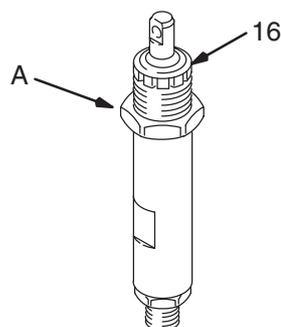

Fig. 27
Fig. 27. Apriete la tuerca prensaestopas (16) a mano firmemente. Atornille la tuerca de retención del cilindro (A) hasta la base de las roscas externas del cilindro.